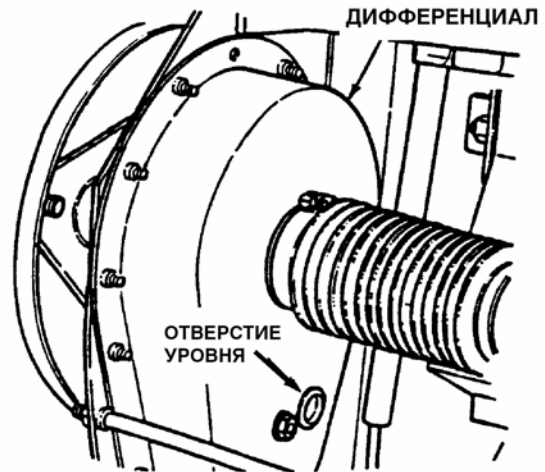

Рис. 3.9
2. Для проверки уровня смазки в дифференциале, снимите пробку отверстия уровня и визуально проверьте наличие смазки на внутренних частях дифференциала. Если следов смазки на частях дифференциала не наблюдается, добавьте трансмиссионного масла через отверстие уровня. См. рис. 3.9.